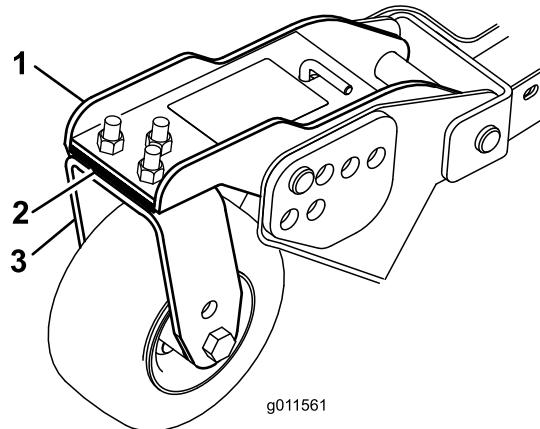

Bild 33
3. Stellen Sie die Beilagscheiben (3 mm) an den vorderen Laufradgabeln auf die entsprechende Schnitthöhe auf dem Aufkleber ein (Bild 33).
Kante das Frontmähwerks zu hoch ist, entfernen Sie eine Beilagscheibe (3 mm) von der Unterseite des vorderen inneren Laufradarms am Mähwerk (Bild 33).